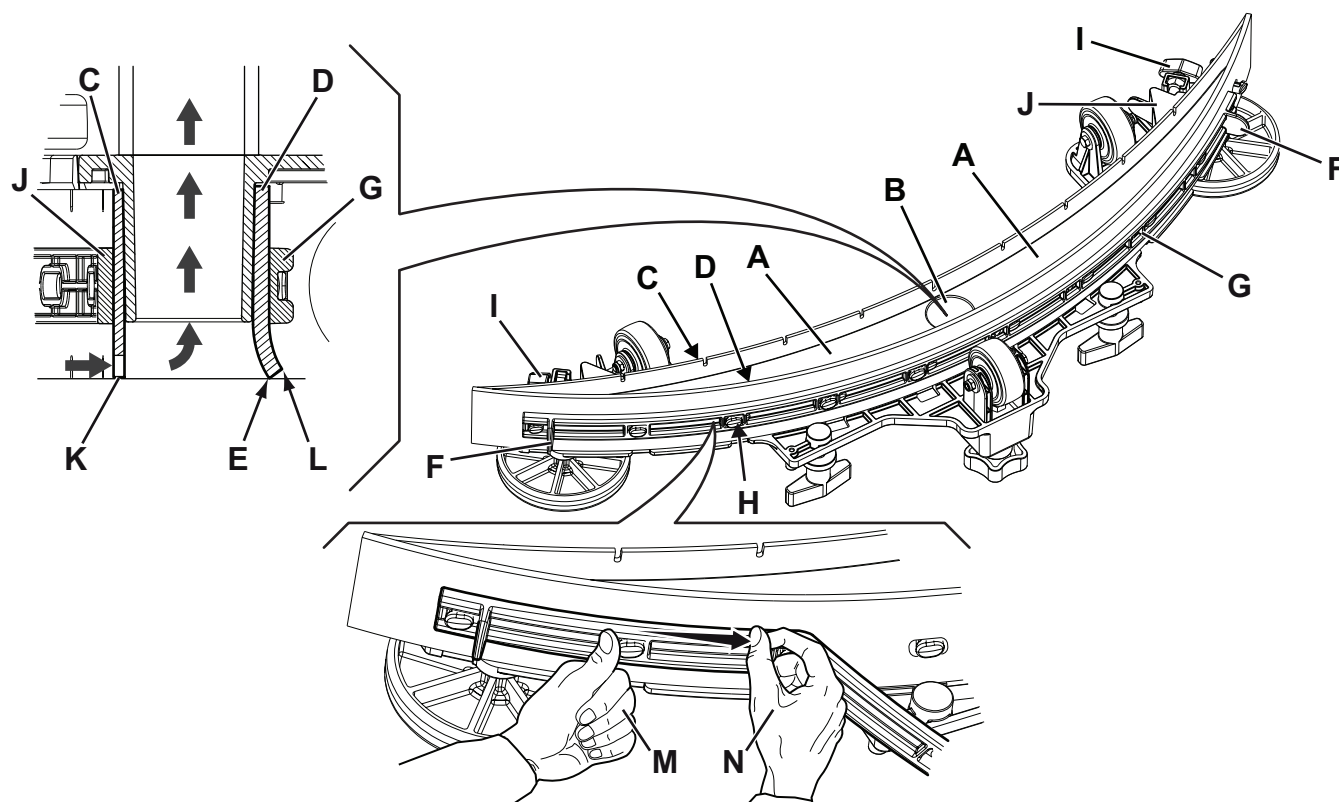

Рис. 7
2. Убедитесь, что машина отключена и ключ зажигания (41) извлечен (при наличии).
3. Ослабьте маховики (14) и снимите швабру (29).
4. Вымойте и очистите швабру. В частности, очистите отсеки (А, Рис. 7) и отверстие (В). Проверьте состояние переднего (С) и заднего (D) скребков. При наличии повреждений замените их, как показано ниже.
2. Проверьте состояние переднего (С, Рис. 7) и заднего (D) скребков. При наличии повреждений замените их, как показано ниже. Проверьте, не изношен ли передний угол (Е) заднего скребка; в противном случае переверните скребок, чтобы поменять местами изношенный угол с целым. Если и другие углы изношены, замените скребок в следующем порядке:
- Используя перемычку (F) выдвиньте и снимите эластичную планку (G), а затем поверните или замените (H) задний скребок (D).
- Установите задний скребок, действуя в обратной последовательности. Прикрепите эластичную планку (G) к креплениям (H), начиная с одной стороны. Чтобы облегчить процедуру крепления, закрепляйте крепления по одному за раз, фиксируя планку перед креплением одной рукой (M) и тяните ее другой рукой (N).
- Отвинтите маховики (I) и снимите планку (J), затем поверните или замените передний скребок (C).
3. Установите швабру (29) и закрутите маховики (14).
- Убедитесь, что край (K) переднего скребка (C) и край (L) заднего скребка (D) размещены как показано на рисунке.
- Используйте рукоятку (15) для регулировки.